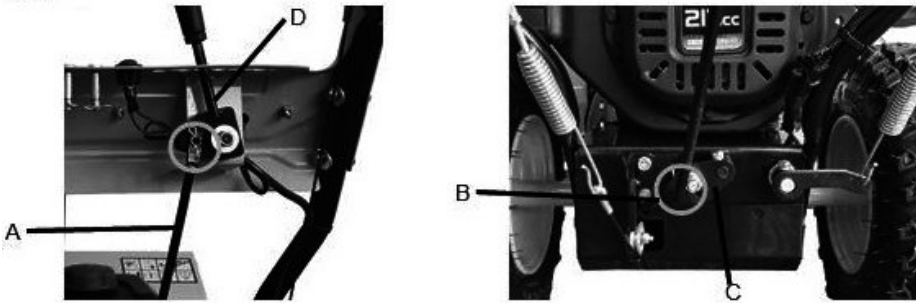

Рисунок 4
- (1) Вытащите тягу управления (рисунок 4 А) из панели управления.
- (2) Вставьте угловую сторону (рисунок 4 В) тяги управления в отверстие на рычаге (рисунок 4 С), чтобы соединить его с коробкой передач и закрепите его с помощью штифта В.
- (3) Подведите другой конец тяги управления к отверстию в нижней части рычага переключения передач (рисунок 4 D) и закрепите его с помощью штифта В.